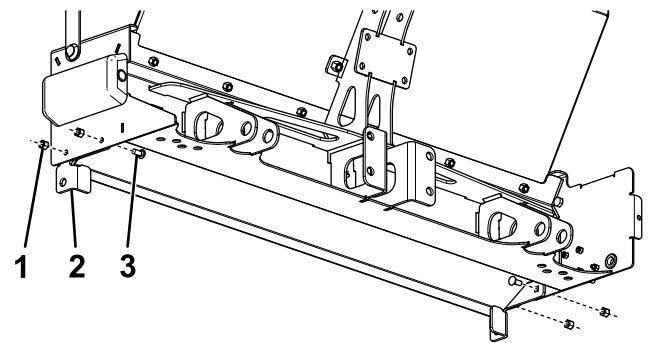

Figure 6
3. Fixez les butées de chaque côté du cadre de l'épandeur à l'aide de 4 boulons (5/16 po) assortis de contre-écrous (Figure 6).